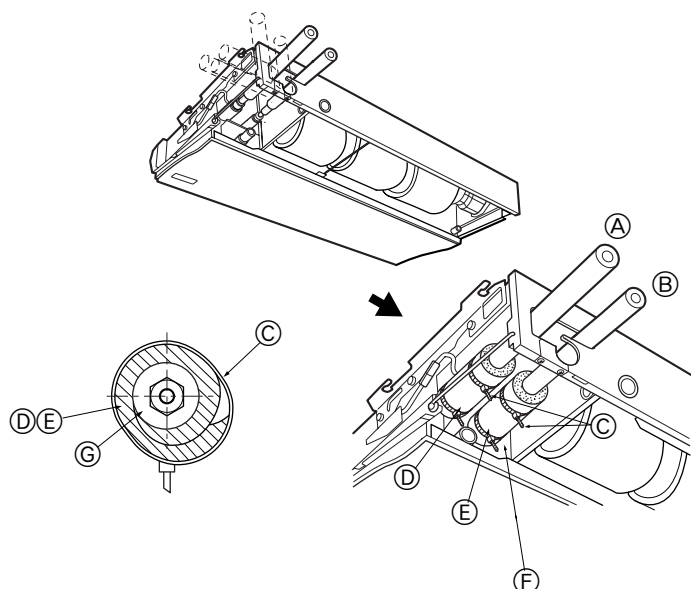

Fig. 4-2
4.2. Sezione interna (Fig. 4-2)